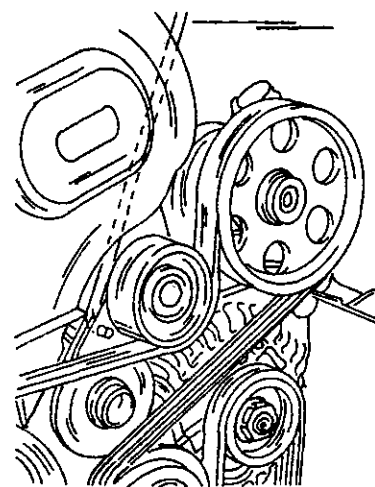

Рис. 399. Автоматический натяжной ролик должен быть перед снятием ремня заблокирован соответствующим стержнем.
- Для ослабления направляющего ролика (4) ослабить болты (6).
- Вставить мощную отвертку между ременным шкивом насоса и натяжным роликом (3), как показано на рисунке 400, и отжать ролик в сторону, чтобы можно было вставить блокирующий стержень (Рис. 399).
- После этого наложить ремень в выше указанной последовательности и переставляя болт (5), подвести направляющий ролик (4) к ремню.